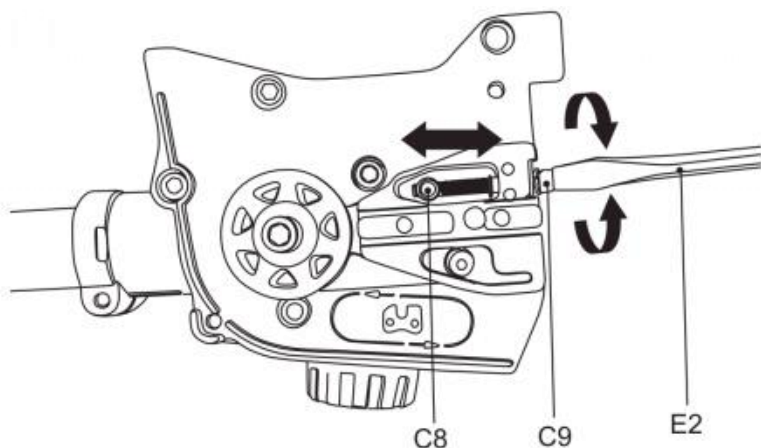

Fig. 9
5) Za pomocą końcówki śrubokręta narzędzia wielofunkcyjnego (E2) obróć śrubę napinającą łańcuch (C9) w kierunku przeciwnym do ruchu wskazówek zegara, a następnie przesun sworzeń napinający (C8) w lewo. Jeśli śruba napinająca łańcuch (C9) zostanie obrócona w kierunku zgodnym z ruchem wskazówek zegara, sworzeń napinający (C8) przesunie się w prawo. (Rys. 9)